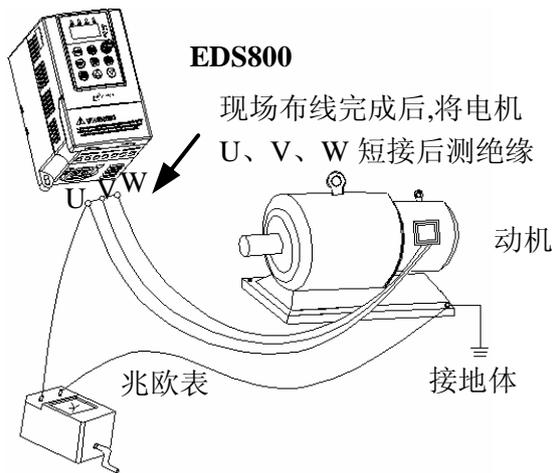

图 1-1 电机绝缘检查示意图
- (1) EDS800 系列变频器为电压型变频器，使用时电机的温升、噪声和振动与工频运行相比较略有增加，属正常现象。
- (2) 如果需要以低速恒转矩长期运行，必须选用变频电机。若使用一般的异步交流电机低速运行时，应监控电机温度或采取强制散热措施，以防烧毁电机。
- (3) 减速机及齿轮等需要润滑的机械装置在长期低速运行时，可能由于润滑效果变差造成损坏，请事先采取必要措施。
- (4) 若超过电机额定频率运行时，除了考虑电机的振动、噪音增大外，还必须确保电机轴承及机械装置的使用速度范围，请务必事先确认。
- (5) 对于提升设备和大惯性之类的负载，变频器常会因产生过流或过压故障而跳闸，为保证正常工作，应考虑选配适当的制动组件。
- (6) 应通过端子或其它正常的命令通道对变频器进行起停控制。严禁在变频器输入侧使用接触器等强电开关直接频繁起停操作，否则会造成设备损坏。
- (7) 如果需要在变频器输出和电机之间安装接触器等开关器件，请确保变频器在无输出时进行通断操作，否则可能会损坏变频器。
- (8) 变频器在一定的输出频率范围内，可能会遇到负载装置的机械共振点，可设置跳跃频率来避开。
- (9) 使用前，应确认电源电压在允许的工作电压范围之内，否则应做变压处理或订购特种变频器。
- (10) 在海拔高度超过 1000 米的条件下，变频器应降额使用，每增加 1500 米高度输出电流约降低额定电流的 10%。
- (11) 电机在首次使用或长时间放置后再使用之前，应做电机绝缘检查。请使用 500V 电压型兆欧表按图 1-1 所示进行检查，绝缘电阻不得小于 5 M Ω ，否则有损坏变频器的可能。